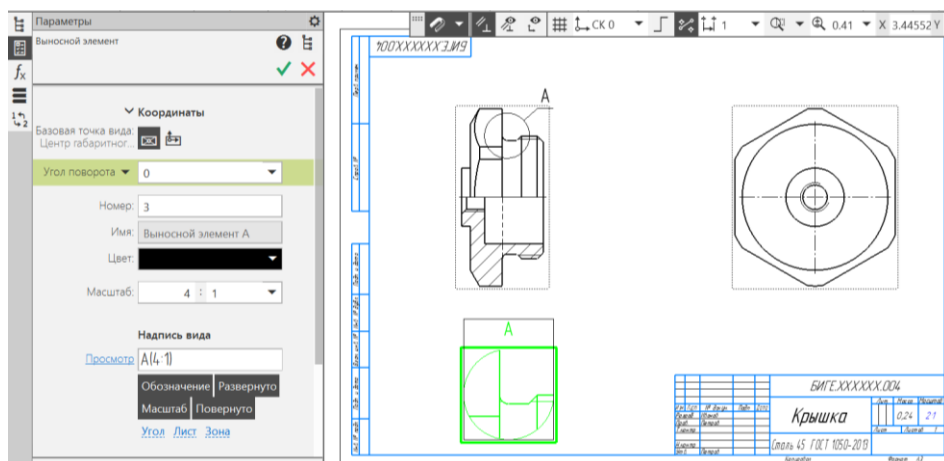

Рис. 19 Создание Выносного элемента
- **Вид Слева сделать активным.** Создать новый слой и окружность – проекцию резьбовой фаски M10 перенести на новый слой, предварительно выключив видимость слоя (рис. 19).
- **Черчение – Обозначения – Выносной элемент.** Параметры: обозначение выносного элемента – А, масштаб – 4:1 (см. рис. 19). Указать центральную точку контура выносного элемента, затем вторую точку на контуре и третью точку начала полки. После этого система перейдет в режим автоматического построения выносного вида.